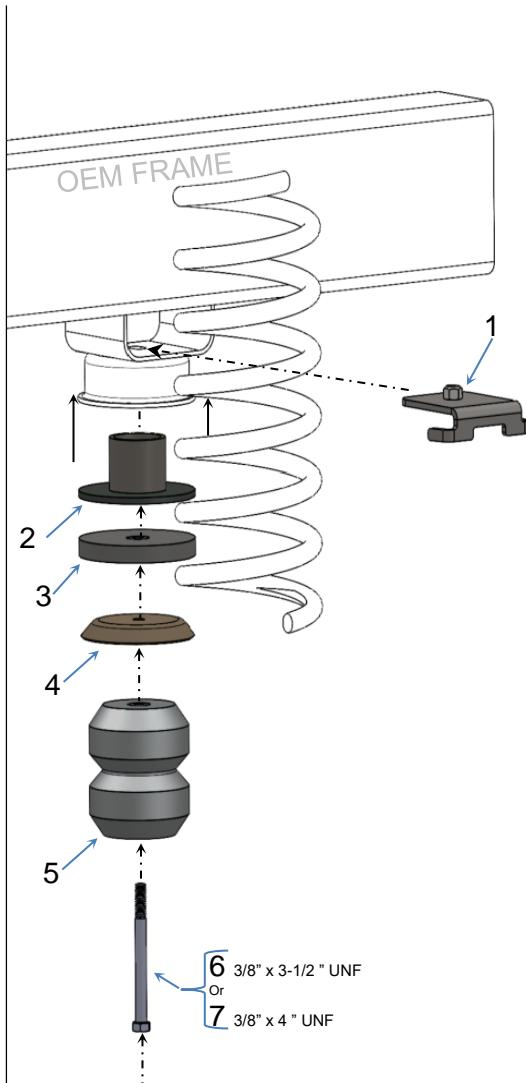
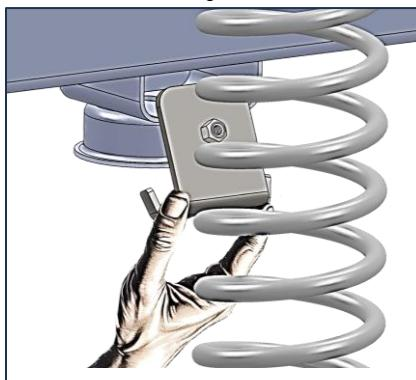

Fig: 1
Fig:2
- c) Locate upper bracket and center it. (Ref; Fig:1 & Fig:2)
- c) Localisez le support supérieur et centrez-le. (Réf : Fig : 1 et Fig : 2)
- c) Ubique el soporte superior y cántrelo. (Ref: Fig:1 y Fig:2)
- d) Monte el conjunto de Timbren utilizando los orificios existentes y los sujetadores suministrados por Timbren (Fig:2).